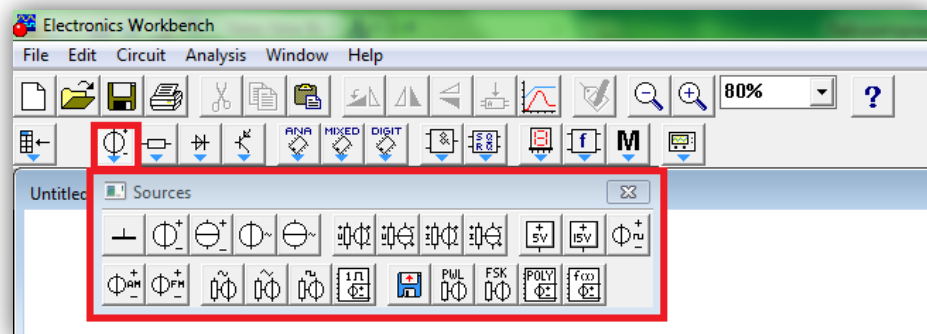

Рисунок 1 – Набор Sources (источники)
1. Из набора Sources (источники рисунок 1):